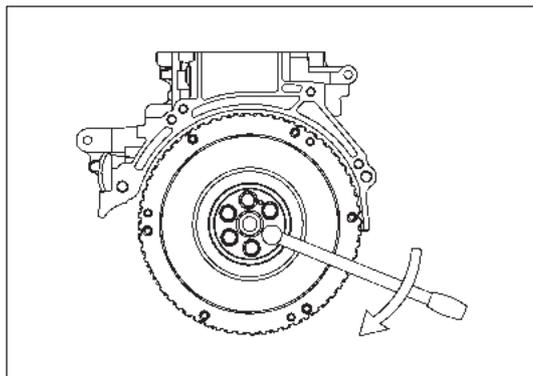

Рис. 13-3-22. Установка маховика
- б) Установить маховик. Поверхности скольжения должны быть чистыми, без следов масла, см. Рис. 13-3-22.